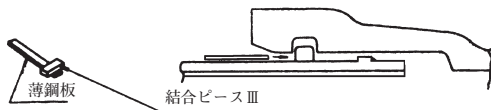

図19 結合ピースⅢの装着方法
- (2) 結合ピースⅢを図19のように、薄鋼板の上ののせて結合ピースⅠと結合ピースⅡの間に挿入する。